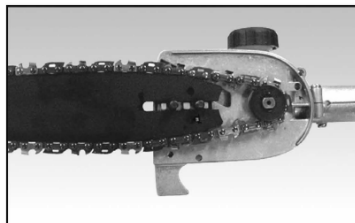
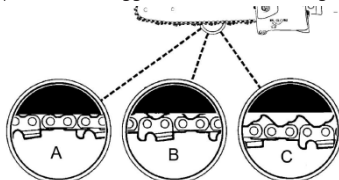

Fig. 3C
Fig. 3D
4. Regolare la vite di regolazione della tensione per consentire l'inserimento della barra (Fig. 3C). Assicuratevi che segua la scanalatura della barra di guida e regoli la vite di regolazione della tensione (Fig. 3D) in modo che la catena sia serrata.